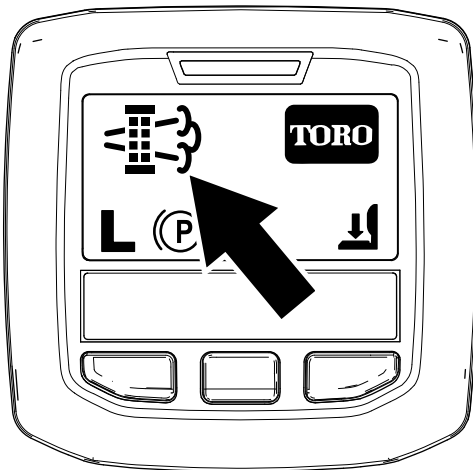

Figura 69
- Cuando la computadora del motor solicita una regeneración estacionaria o de recuperación, aparece el icono de solicitud de regeneración (Figura 69) en el InfoCenter.